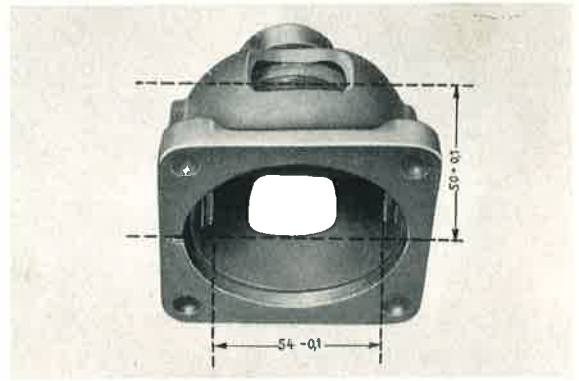
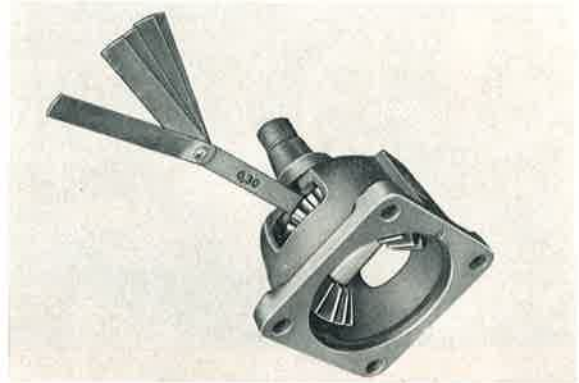

Bild 371: Diese Original-Masse und die Verschleißgrenzen lt. Pos. 3c sind bei Überholungsarbeiten zu beachten.
Bild 372: Der Verschleiß an den Anlaufflächen der großen Diff.-Räder darf 0,3 mm nicht überschreiten.
- c) Das seitliche Innenmaß des Diff.-Gehäuses soll $54 - 0,1$ mm betragen. Dieses Maß darf bis auf 56 mm anwachsen, jedoch muß die Differenz durch Paßscheiben so ausgeglichen werden, daß die kleinen Diff.-Räder bis zu 0,2 mm Spiel behalten (Bild 371).
Das Höhenmaß des Diff.-Gehäuses soll $50 + 0,1$ mm betragen. Dieses Maß darf bis auf 52 mm anwachsen, jedoch muß die Differenz durch Stahlscheiben ausgeglichen werden (Bild 371). Der Zwischenraum zwischen Auflagefläche und großem Diff.-Rad darf 0,3 mm nicht überschreiten (Bild 372).